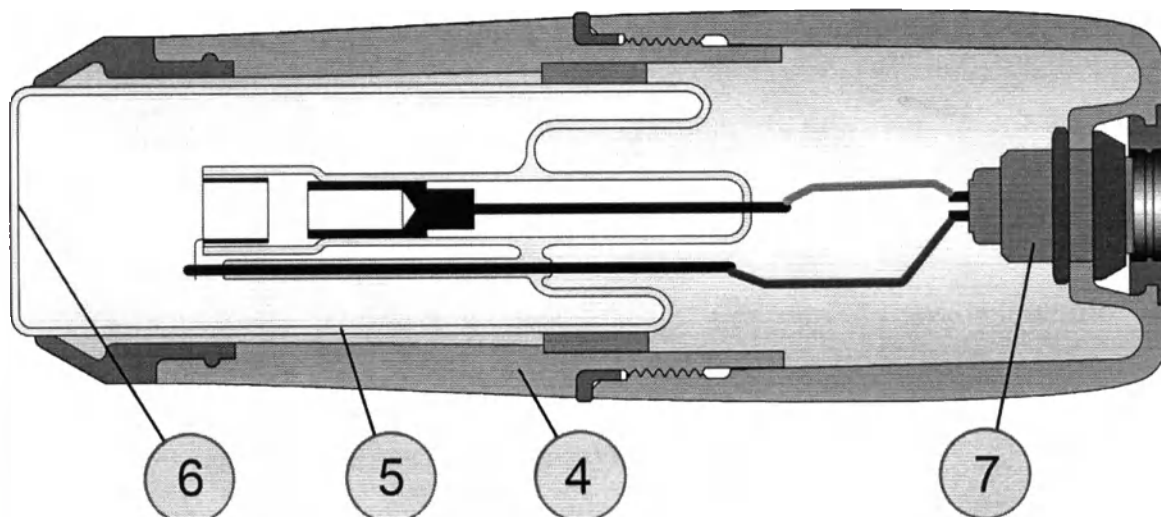

Рис. 2 Излучатель
5.1 Внутри корпуса 4 излучателя (см. рис.2) установлена газоразрядная спектральная лампа 5. Рабочее окно лампы 6 открыто, на торце корпуса размещена розетка 7 для подключения кабеля блока питания.